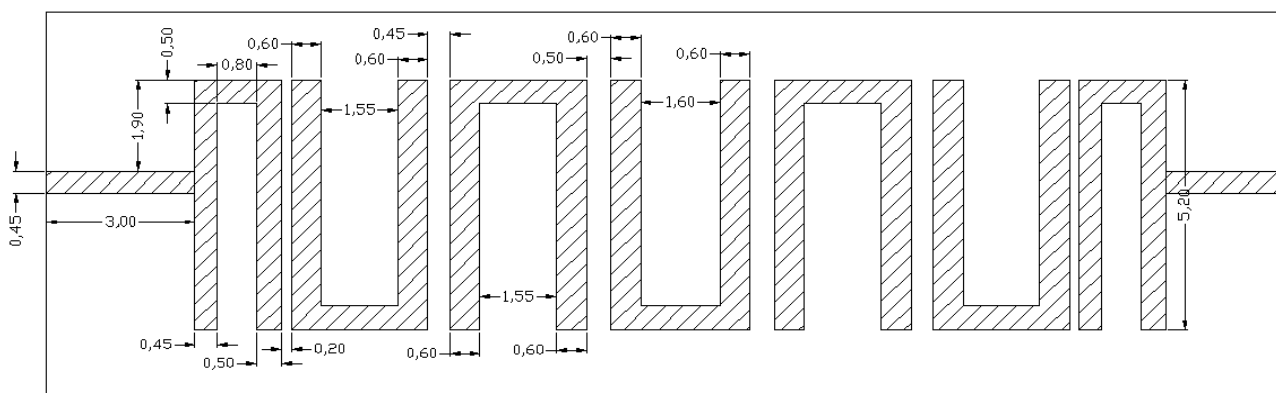

Рис. 3.97
11. Щёлкните по входному проводнику, скопируйте его и подключите к последнему резонатору на таком же расстоянии от верха резонатора, как и входной проводник. Выходной проводник будет выходить за пределы корпуса, поэтому дважды щёлкните по нему левой кнопкой мышки, установите курсор на ромбик посередине правой стороны и сдвиньте эту стону влево до границы корпуса. Должна получиться топология, показанная на рис. 3.97.